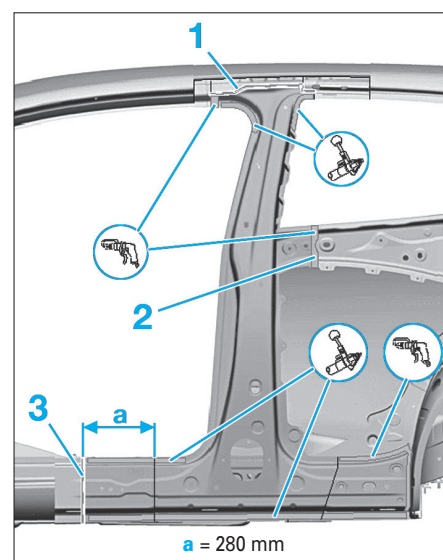

FIG. 64
- Procéder au découpage (1) suivant la ligne représentée sur la figure (Fig.64).